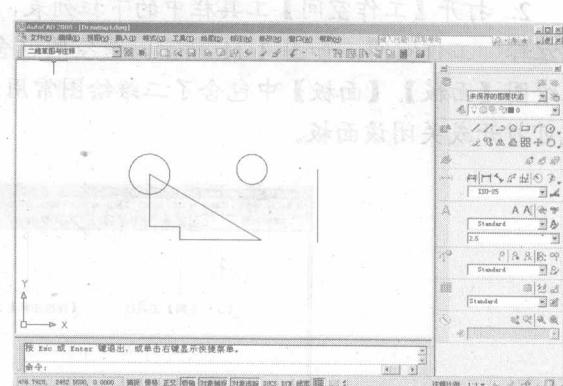

图 1-9 缩小图形
12. 单击程序窗口右边【面板】上的 \times 按钮，鼠标光标变成放大镜形状 + ，此时按住鼠标左键向下拖动鼠标光标，图形缩小，如图 1-9 所示，按 Esc 键或 Enter 键退出。